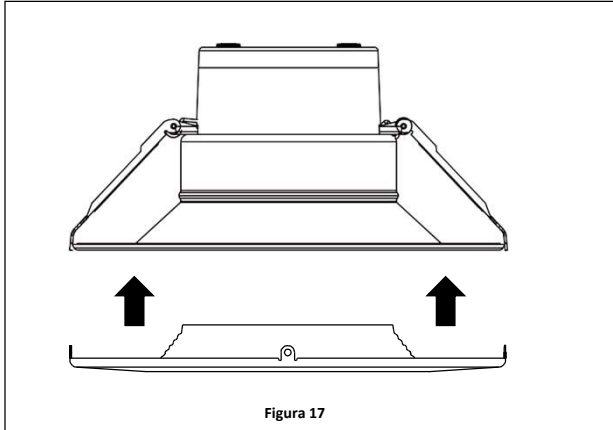

Figura 17
3. Alinee el recorte de color sobre la cara del accesorio y empujelo juntos. **Ver Figura 17.**